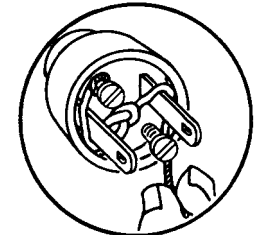

Fig. 8
8. Pull one wire around each terminal to the screw (Fig. 8).
8. Jale un alambre alrededor de cada terminal hasta el tornillo (Fig. 8).